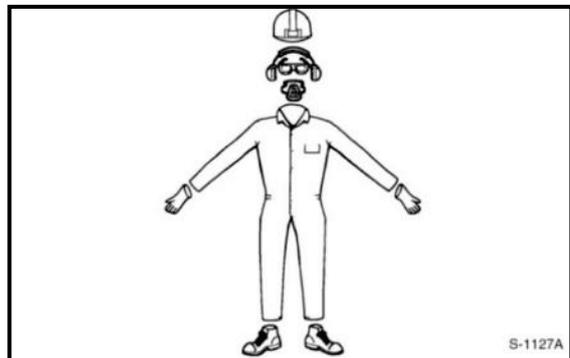

Fig. 25 Resumen del equipo de protección personal
- Lleve el equipo de protección durante la realización de trabajos de reparación y mantenimiento como medida de seguridad personal (Fig. 25).